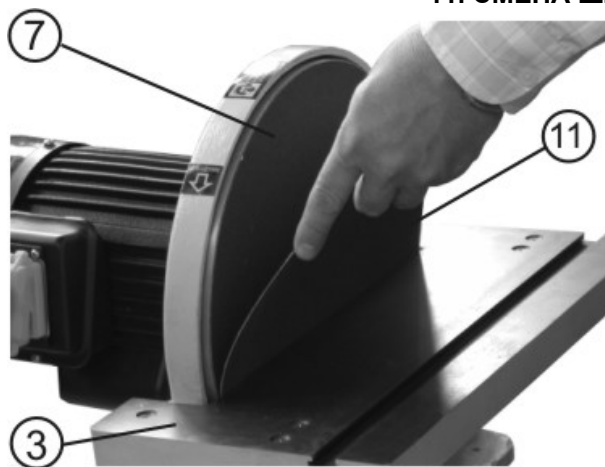

Рис. 5
11. СМЕНА ШЛИФОВАЛЬНОГО КРУГА (Рис.5)